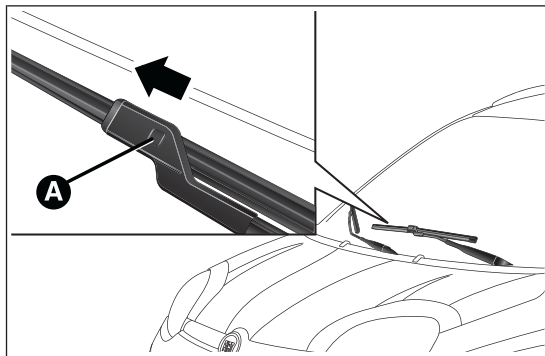

fig. 145
- ☐ levantar el brazo del limpiaparabrisas, pulsar la lengüeta A fig. 145 del muelle de enganche y extraer la escobilla del brazo;